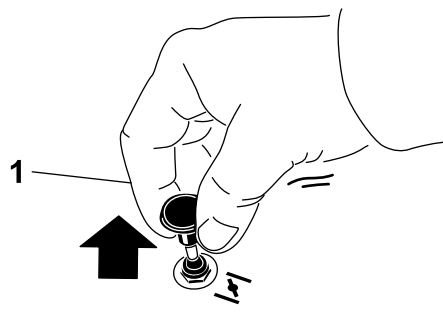

Figura 16
2. Tire hacia arriba del mando de estárter antes de girar la llave del contacto (Figura 16).
3. Presione hacia abajo el control del estárter para desactivar el estárter después de que el motor arranque (Figura 16).